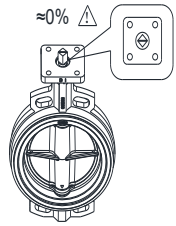

图 3
- 2.1 检查阀杆方轴位置，查看其是否处于关闭位置，如图 3。